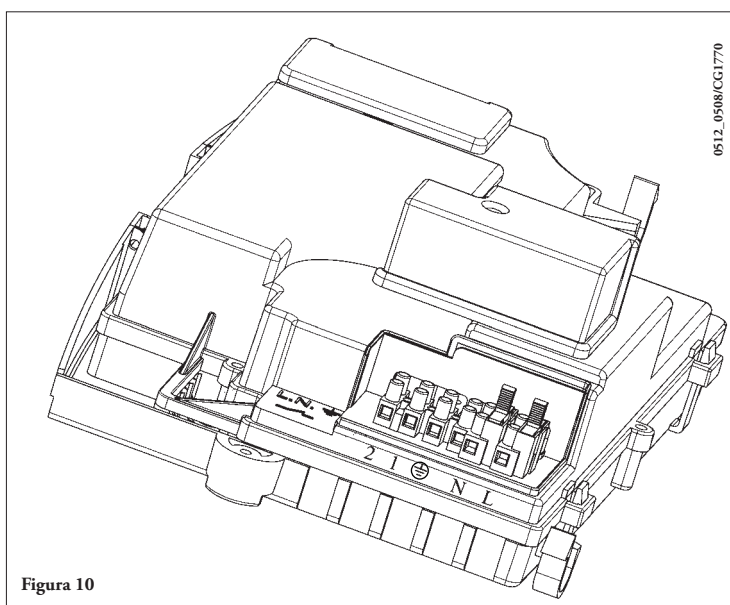

Figura 10
- deșurubați capacul pentru a ajunge la cablaje (Figura 10).
- deschideți panoul cu borne de alimentare (figura 10);
- conectați bornele termostatului de cameră la bornele (1) și (2);
În cazul în care nu se utilizează termostatul ambiental, este necesar să legați o punte între bornele 1-2 ale panoului de borne M1 (figura 10).